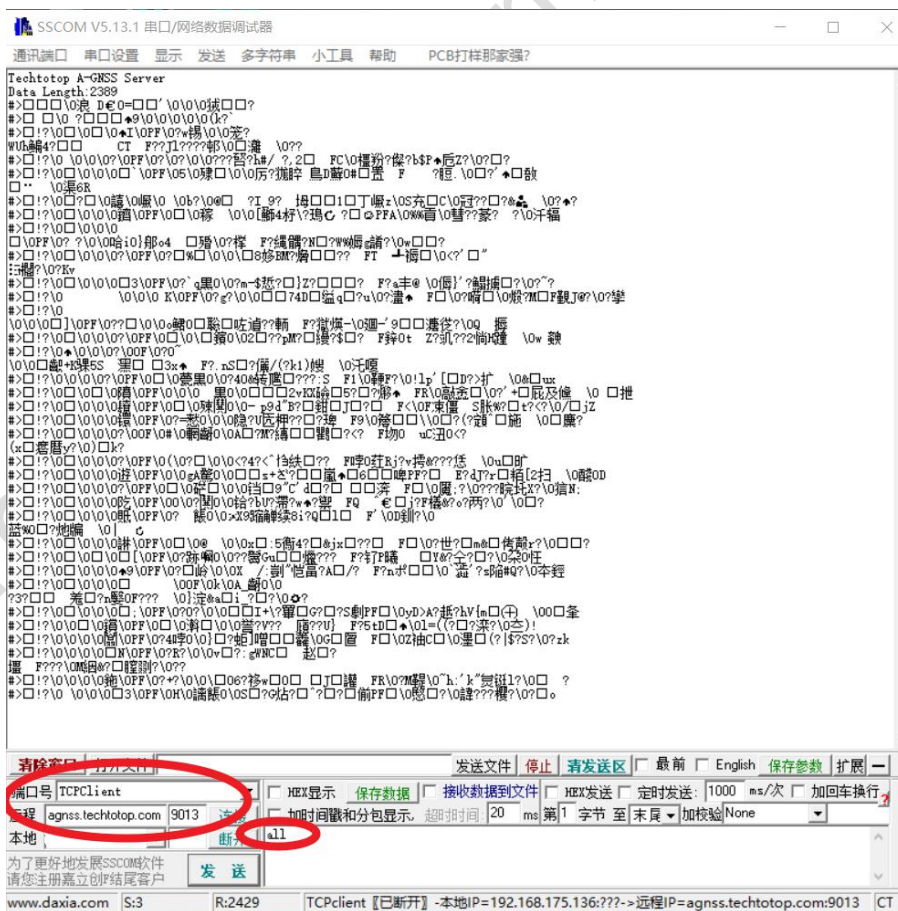

图4
- 1) 如图4所示，先连接AGNSS服务器，向服务器发送字符“all”，服务器自动下发星历数据，复制收到的全部信息；